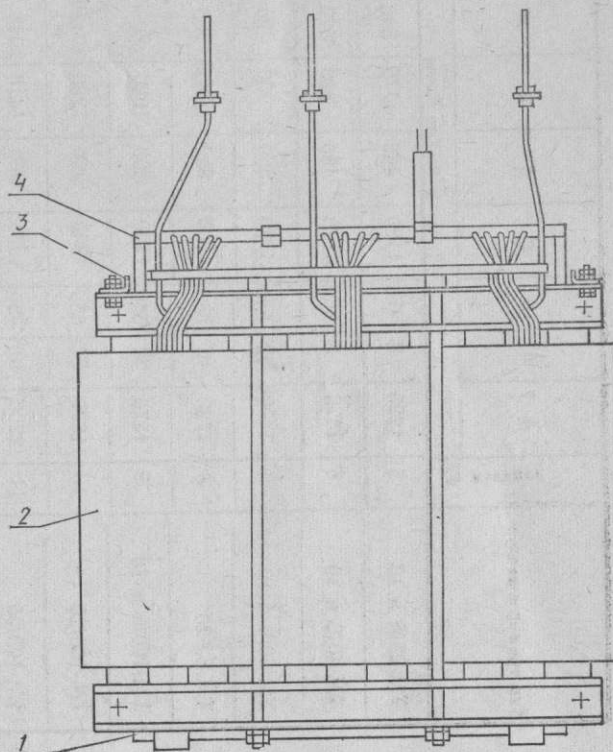

Рис. 1. Активная часть:
3.6. Активная часть трансформатора (рис. 1) жестко закреплена в баке.